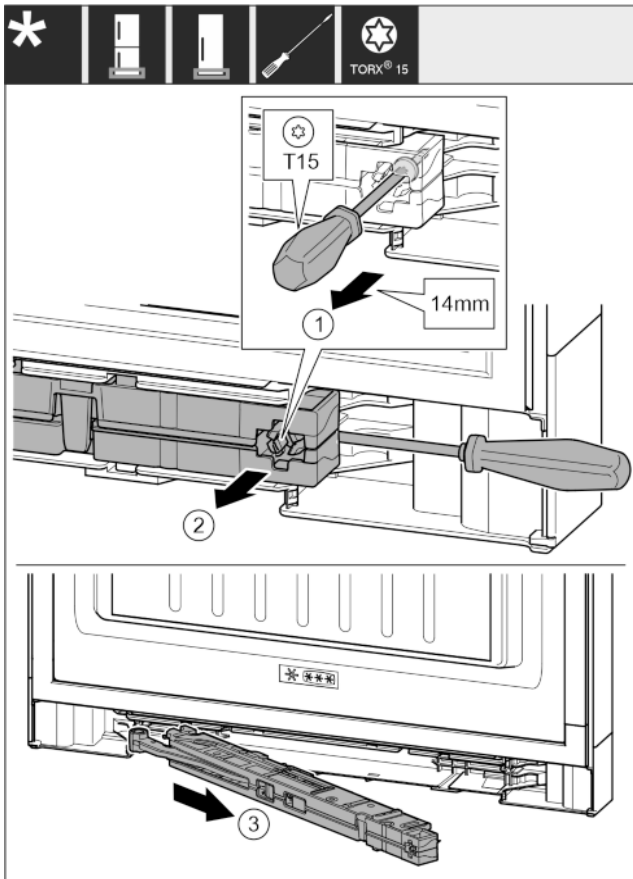

Fig. 14
- ▶ С отвертка T15 отвийте винта на блока на затварящия демпфер с ок. 14 mm. *Fig. 14 (1)*
- ▶ От страната на дръжката вкарайте отвертка зад блока на затварящия демпфер. Завъртете блока напред. *Fig. 14 (2)*
- ▶ Извадете блока. *Fig. 14 (3)*